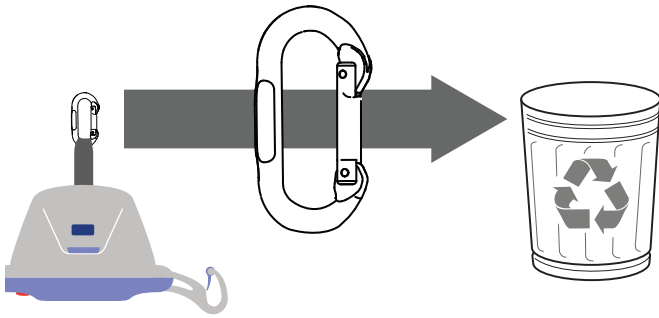

Fig. 1
1. I förekommande fall ska den befintliga karbinhaken med enkel-låssystem avlägsnas från Reacher och/eller lyftrem, för att sedan kasseras på korrekt sätt. Se fig. 1.